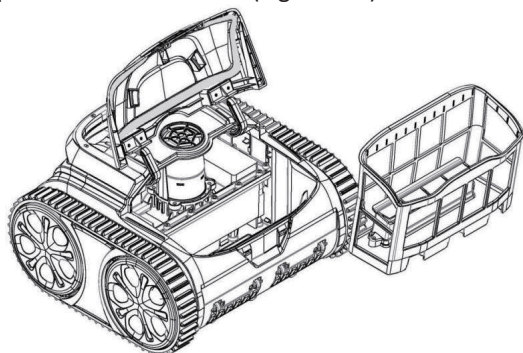

Figure 4-3
4.3.2 Retirer le panier filtrant du robot (Figure 4-3).